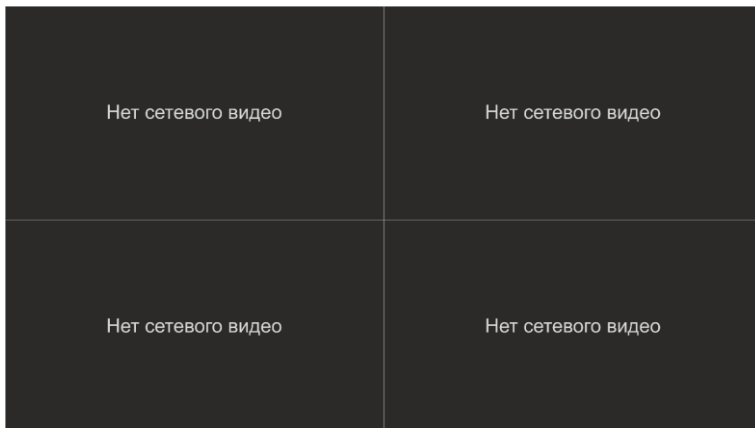

Рисунок 10 – Начало работы
7.9 После запуска и инициализации системы устройство переходит в режим блокировки. В этом режиме на экран выводятся видеопотоки с подключенных камер. Камерам может потребоваться больше времени на инициализацию, пока она не завершена в соответствующем окне будет отображаться черный прямоугольник с надписью «Нет сетевого видео» (рисунок 10).